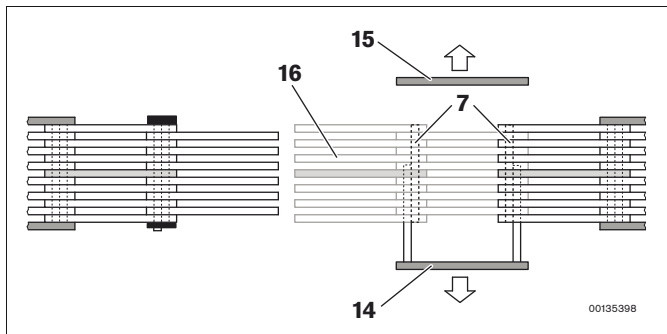

Fig. 12 : Raccourcissement : retrait de pièces détachées
3. **Raccourcissement** : enlever la maille soudée (14), les deux pivots à bascule (7), le maillon isolé (15) et la pièce de la chaîne dentée (16) (voir Fig. 12).